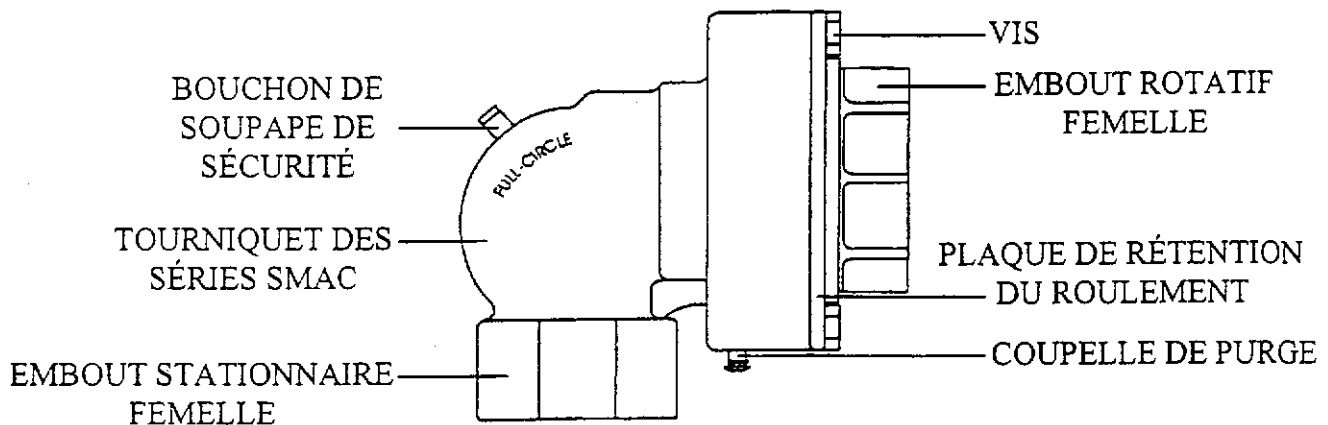

Figure 1: emplacement de la coupelle de purge - INSTALLATION POUR ENROULEUR DE TUYAU
**ATTENTION:** EN CAS DE FUITE, DE LA VAPEUR OU DU LIQUIDE S'ÉCHAPPERA DE LA COUPELLE DE PURGE SITUÉE SOUS LE CORPS DU TOURNIQUET. CETTE COUPELLE DE PURGE N'EST PAS UN ORIFICE DE LUBRIFICATION. NE PAS ESSAYER D'INJECTER DE LA GRAISSE OU TOUT AUTRE LUBRIFIANT DANS LA COUPELLE DE PURGE. Voir la figure 1.
Pour INSTALLATION AVEC ENROULEUR DE TUYAU, l'embout rotatif femelle du tourniquet doit être attaché à l'enrouleur de tuyau (voir figure 1). Un RACCORDER-FLEX doit être installé sur l'embout stationnaire femelle. Ce RACCORDER-FLEX assurera que le roulement à billes ne soit pas endommagé lors d'un très grand désaxage.